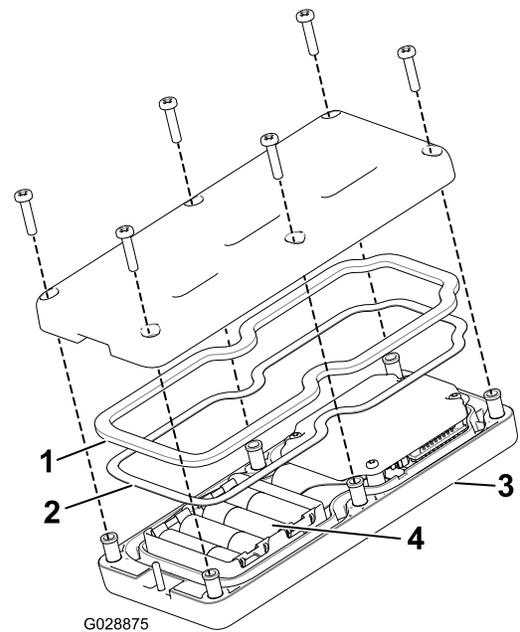

图18
2. 将电池放入电池端子仓位，注意遵循正确的电池极性。（如果放置不正确、遥控器不会发生损坏、但遥控器无法操作。）电池端子仓位分别带有正负极标志（图18）。
3. 确保钢垫片和橡胶密封件正确放置于遥控器的槽内，然后将后盖放回原位（图18）。
4. 用 6 个螺丝固定后盖（图18），上紧螺丝扭矩至 1.5~1.7Nm。